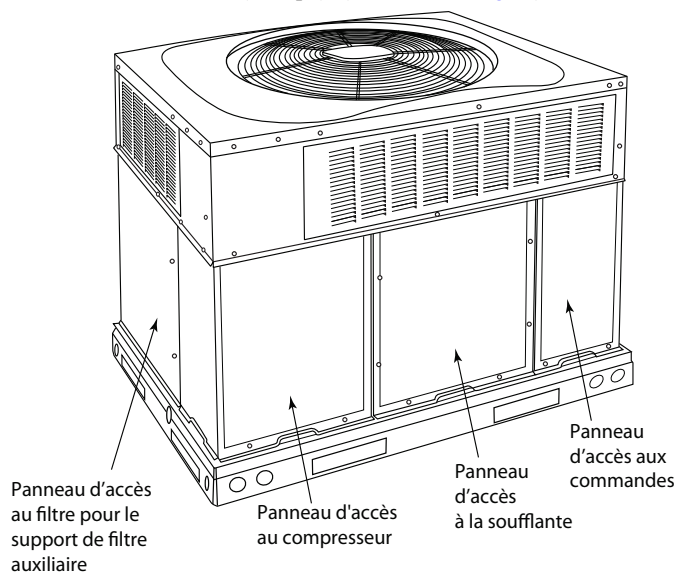
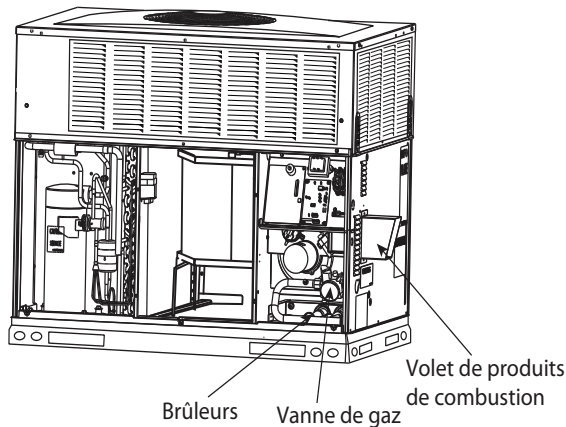
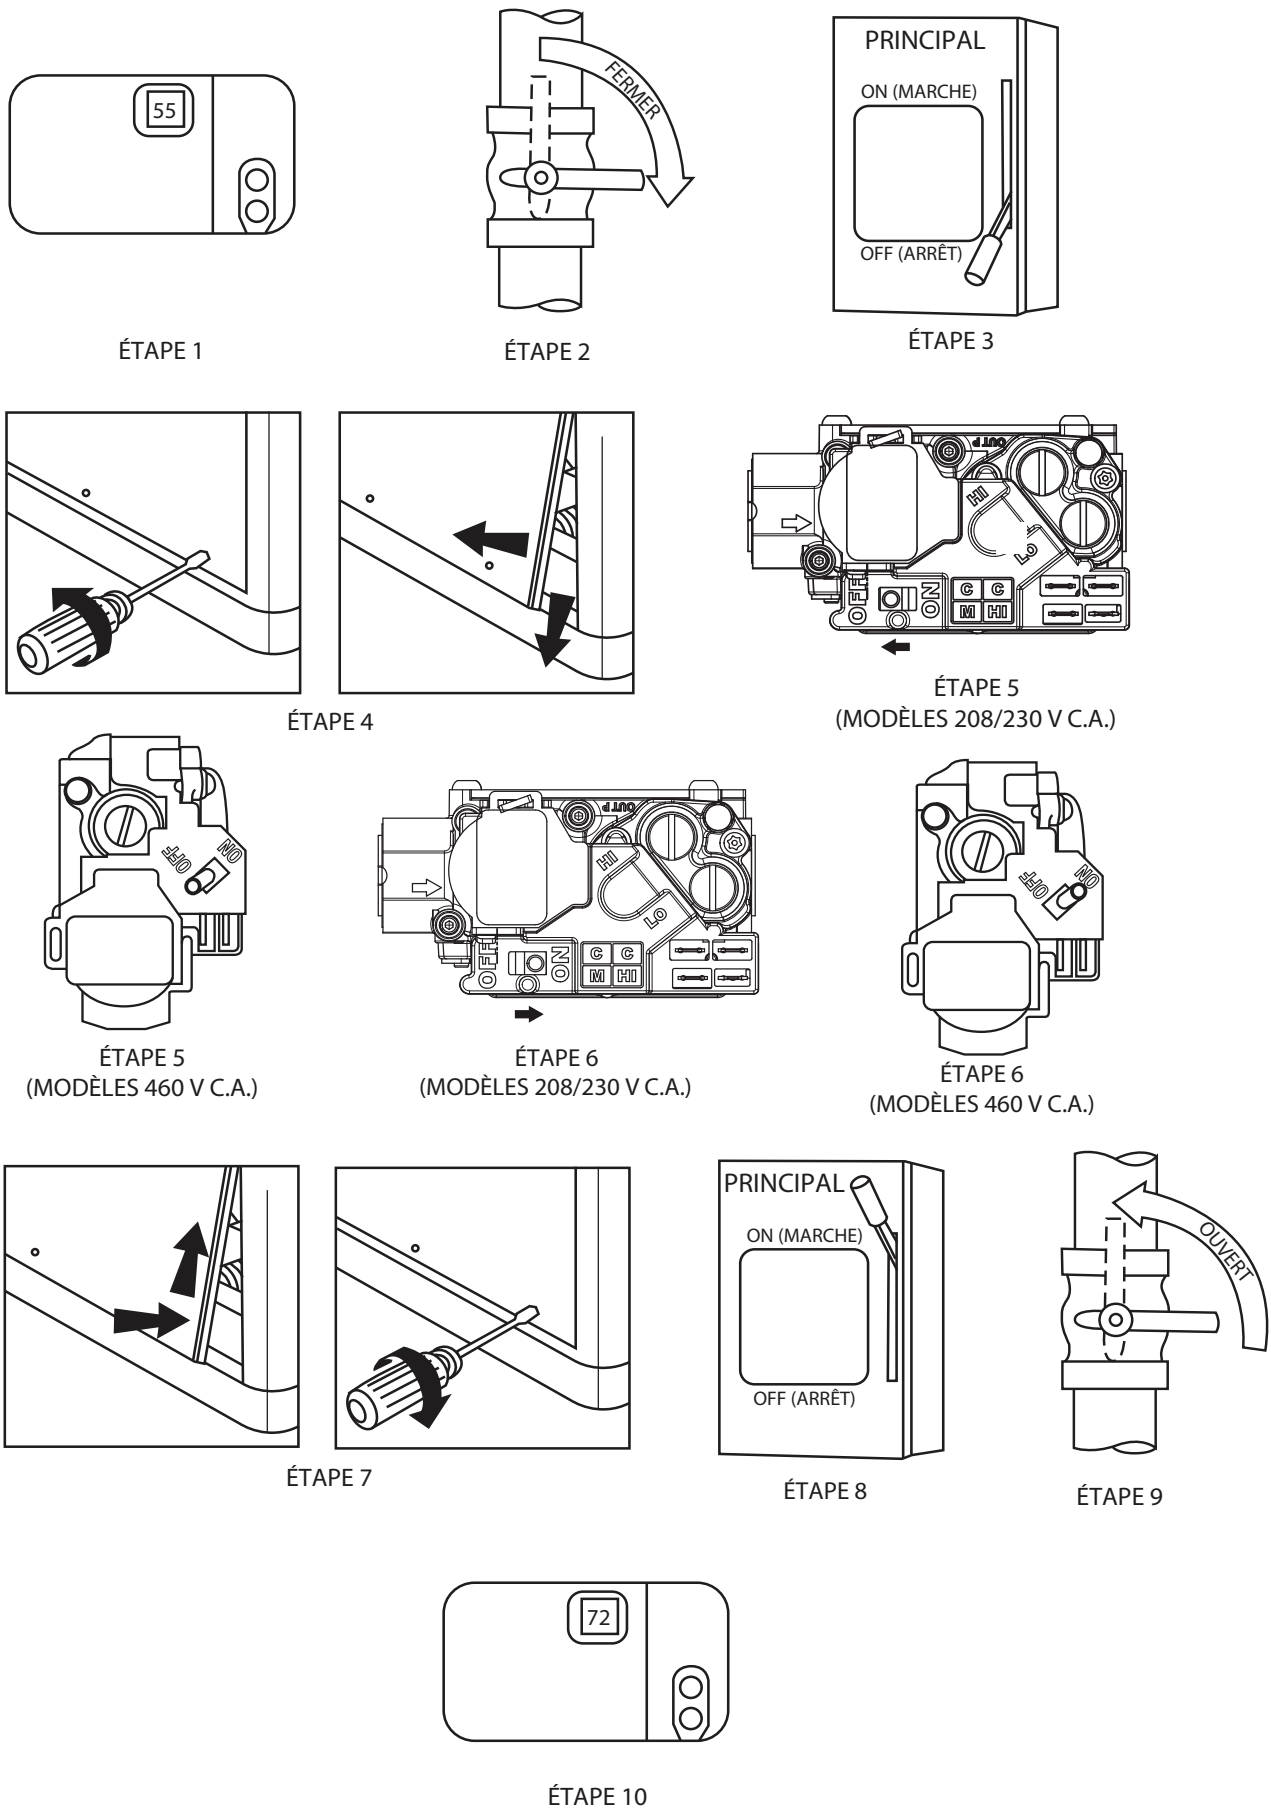

Fig. 2 – Panneau d'accès de l'appareil
Fig. 3 – Appareil de chauffage au gaz et de climatisation électrique avec panneau d'accès retiré
Fig. 4 – Pour démarrer l'appareil de chauffage au gaz
Consultez la Fig. 2 pour connaître l'emplacement du panneau d'accès avant de l'appareil. Consultez la Fig. 3 pour connaître l'emplacement du robinet de gaz. Consultez la Fig. 4 pour effectuer les étapes suivantes.
4. Retirez le panneau d'accès de commande au moyen d'un tournevis à douille de 7,9 mm (5/16 po). (Consultez la Fig. 2.)
4. Retirez le panneau d'accès de commande. (Consultez la Fig. 2.)
Pour remplacer ou inspecter les filtres dans un support accessoire de filtre (consultez la Fig. 2) :